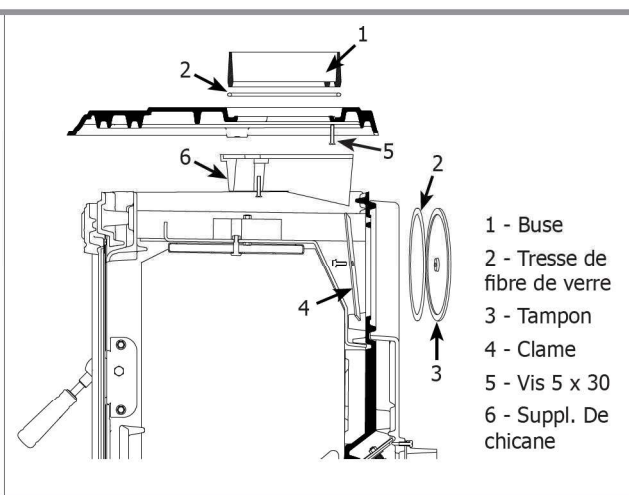

Figure 4 - Départ fumée au dessus
2.4.2. Départ de fumée au dessus (figure 4)